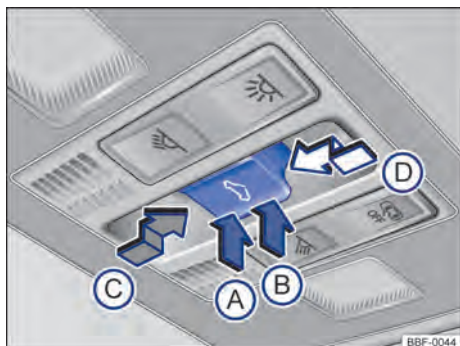

Fig. 59 En el revestimiento del techo: teclas para el techo solar y cortina de protección solar.
- *Levantar el techo solar:* presione la tecla → fig. 59 **B** hasta el primer nivel. Recorrido automático: presione la tecla **B** hasta el segundo nivel.
- Presione la tecla  hasta el segundo nivel → fig. 59 , hasta que el techo de vidrio esté completamente cerrado.